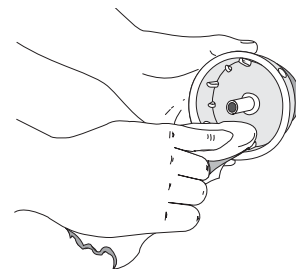

Fig. 32
4. Use un paño limpio para limpiar el carrete interior, el resorte, el eje y la bobina exterior (Fig. 32).